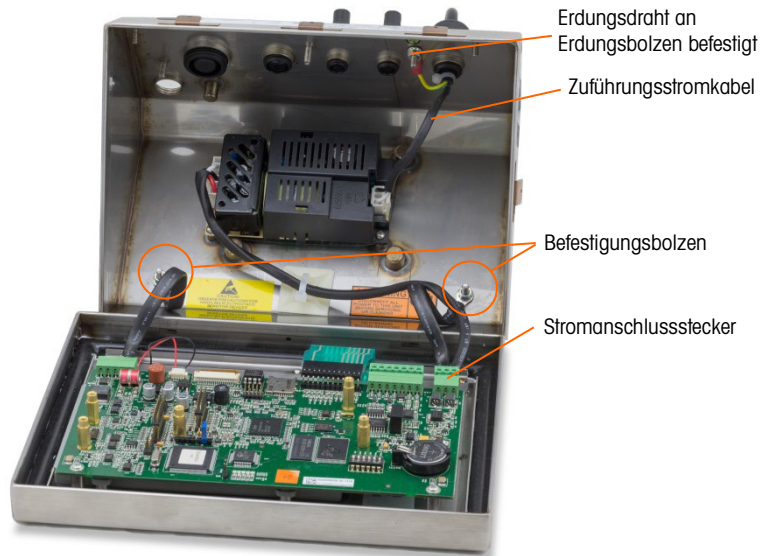

Abbildung A-10: Vorbereitung auf das Lösen der Vorderplatte
1. Öffnen Sie das Gehäuse wie im Abschnitt Öffnen des Gehäuses beschrieben. Die Schritte 3 bis 6 sind in Abbildung A-10 dargestellt: